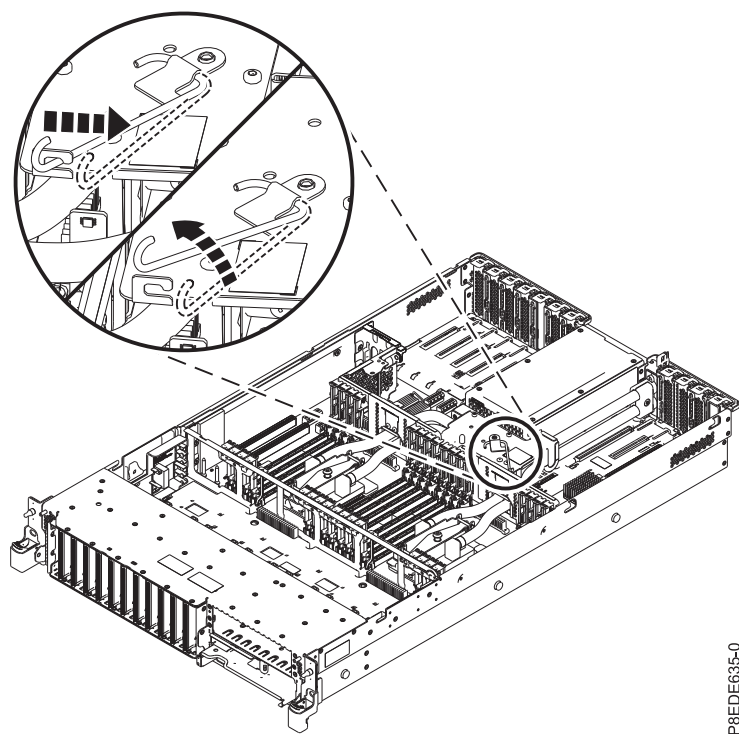

Figura 25. Destravando o gancho de serviço
- b. Destrave o gancho de serviço e gire-o na posição para a placa fria que estiver removendo, conforme mostrado em Figura 25 na página 27.